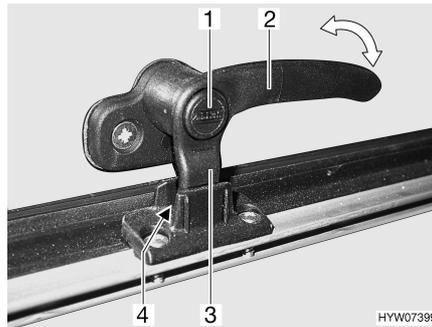

Fig. 23 Levier de verrouillage en position "Aération permanente"
- En position "Aération permanente" (Fig. 23)
- Enfoncer le bouton de sécurité (Fig. 23,1) et le maintenir enfoncé.
- Tourner le levier de verrouillage (Fig. 23,3) d'un quart de tour vers le centre de la fenêtre.
- Remettre le levier de verrouillage en position initiale. Le tenon de verrouillage (Fig. 23,3) du levier de verrouillage doit pénétrer alors dans le logement prévu à cet effet dans le verrouillage de fenêtre (Fig. 23,4).
- Relâcher le bouton de sûreté (Fig. 23,1).